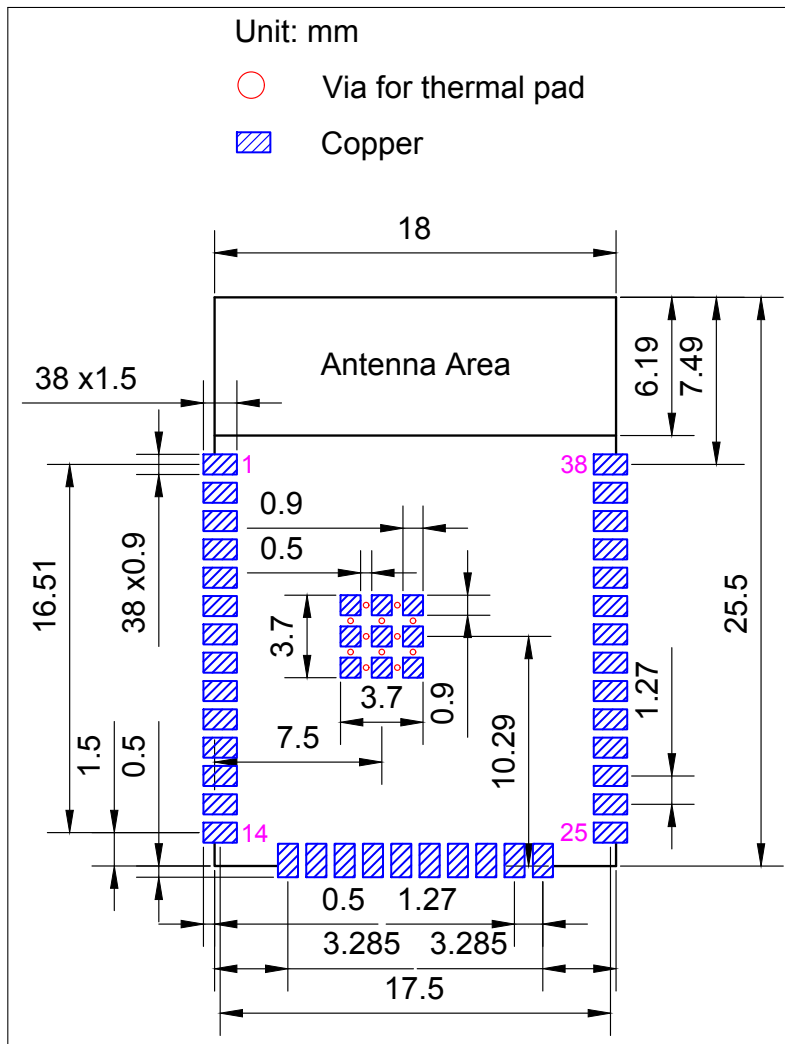
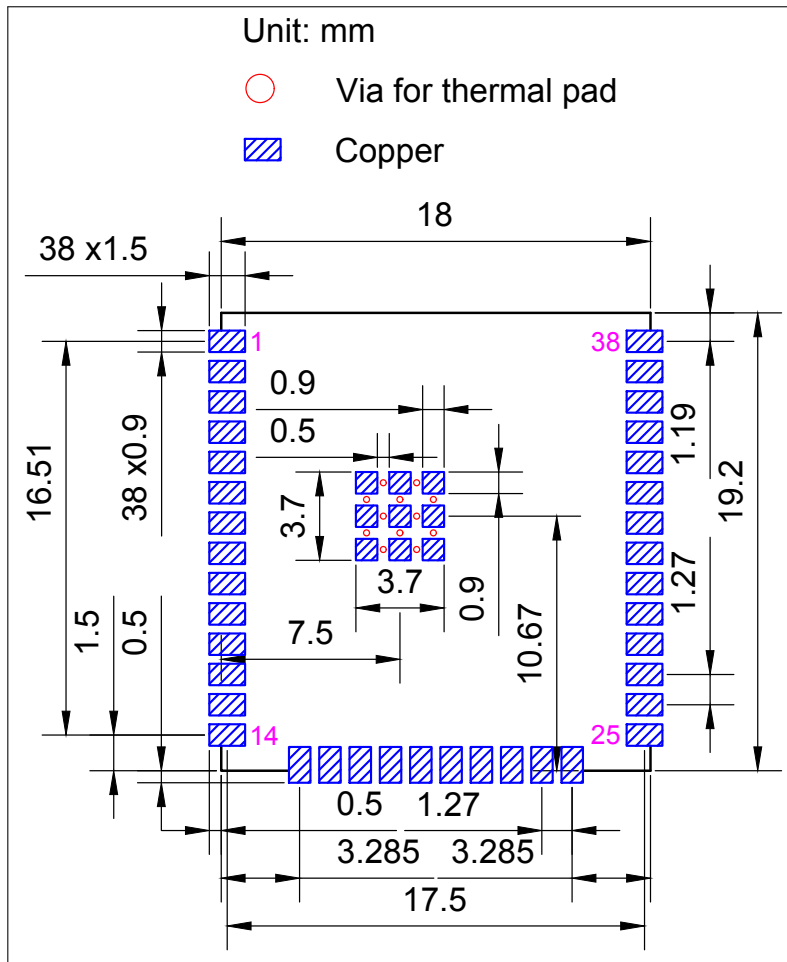

图 13: ESP32-WROOM-32E 推荐 PCB 封装图形
图 14: ESP32-WROOM-32UE 推荐 PCB 封装图形
- 推荐 PCB 封装图，标有 PCB 设计所需的全部尺寸。详见图 13 *ESP32-WROOM-32E 推荐 PCB 封装图形* 和图 14 *ESP32-WROOM-32UE 推荐 PCB 封装图形*。
- 推荐 PCB 封装图的源文件，用于测量图 13 和 14 中未标注的尺寸。您可用 Autodesk Viewer 查看 ESP32-WROOM-32E 和 ESP32-WROOM-32UE 的封装图源文件。